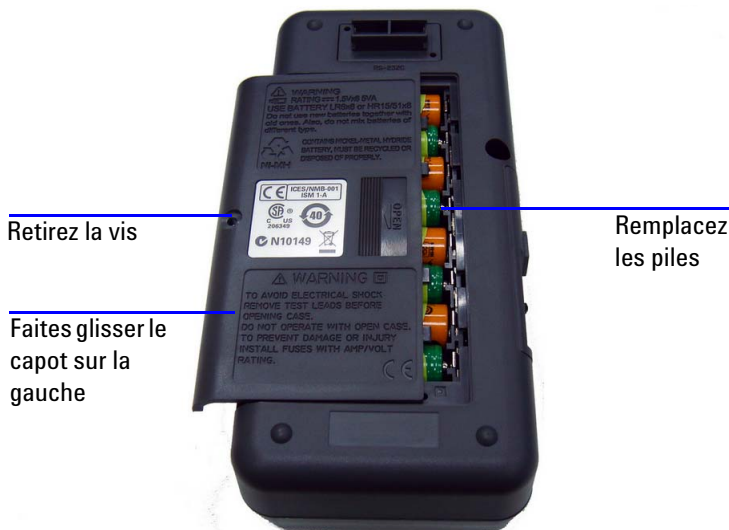

Figure 6-1 Remplacement des piles
- 2 Faites glisser le capot sur la gauche, soulevez-le et retirez-le. Reportez-vous à la Figure 6-1.